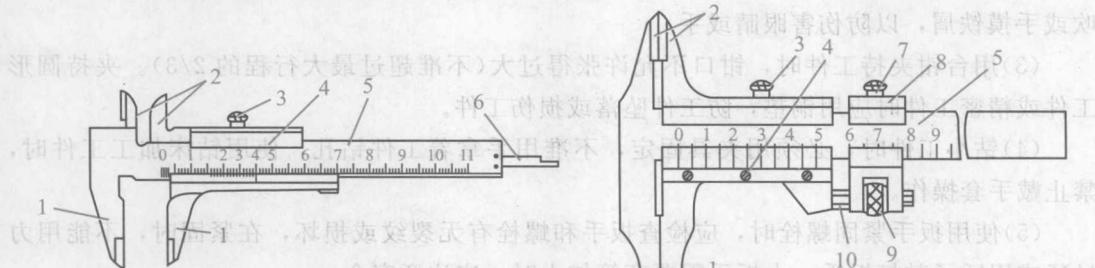

图 1-5 游标卡尺
游标卡尺是一种中等精度的量具，可以直接测量出工件的外径、孔径、长度、宽度、深度和孔距等尺寸。图 1-5 为两种常用的游标卡尺。
(1)三用游标卡尺。如图 1-5(a)所示，三用游标卡尺由外量爪 1、内量爪 2、紧固螺钉 3、游标 4、尺身 5，测深杆 6 组成。旋松螺钉 3 即可移动游标调节卡尺内外量爪的开度(大小)进行工件测量。
(2)双面游标卡尺。如图 1-5(b)所示，双面游标卡尺与三用游标卡尺相比，在其游标 4 上增加了微调装置 8，松开紧固螺钉 3 和 7 即可推动游标在尺身上移动。需要微动调节时，可将螺钉 7 紧固，松开螺钉 3，用手指转动微动螺母 9，通过小螺杆 10 使游标微动，尺寸量好后，再拧紧螺钉 3 使游标紧固。
另外, 除了图 1-5 所示的普通游标卡尺外, 还有游标深度尺、游标高度尺和游标齿轮尺等, 其刻线原理和读数方法与普通游标卡尺相同。